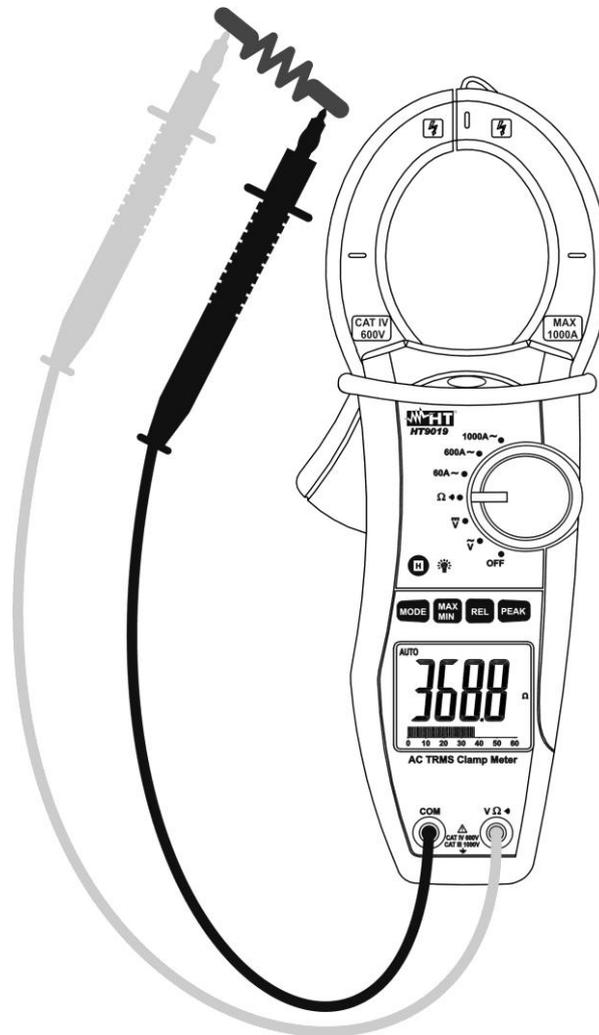

Fig. 5: Uso da pinça para medição de resistências e testes de continuidade
3. Colocar as ponteiros nos pontos pretendidos do circuito em exame (Fig. 5). O valor da resistência será apresentado no display.